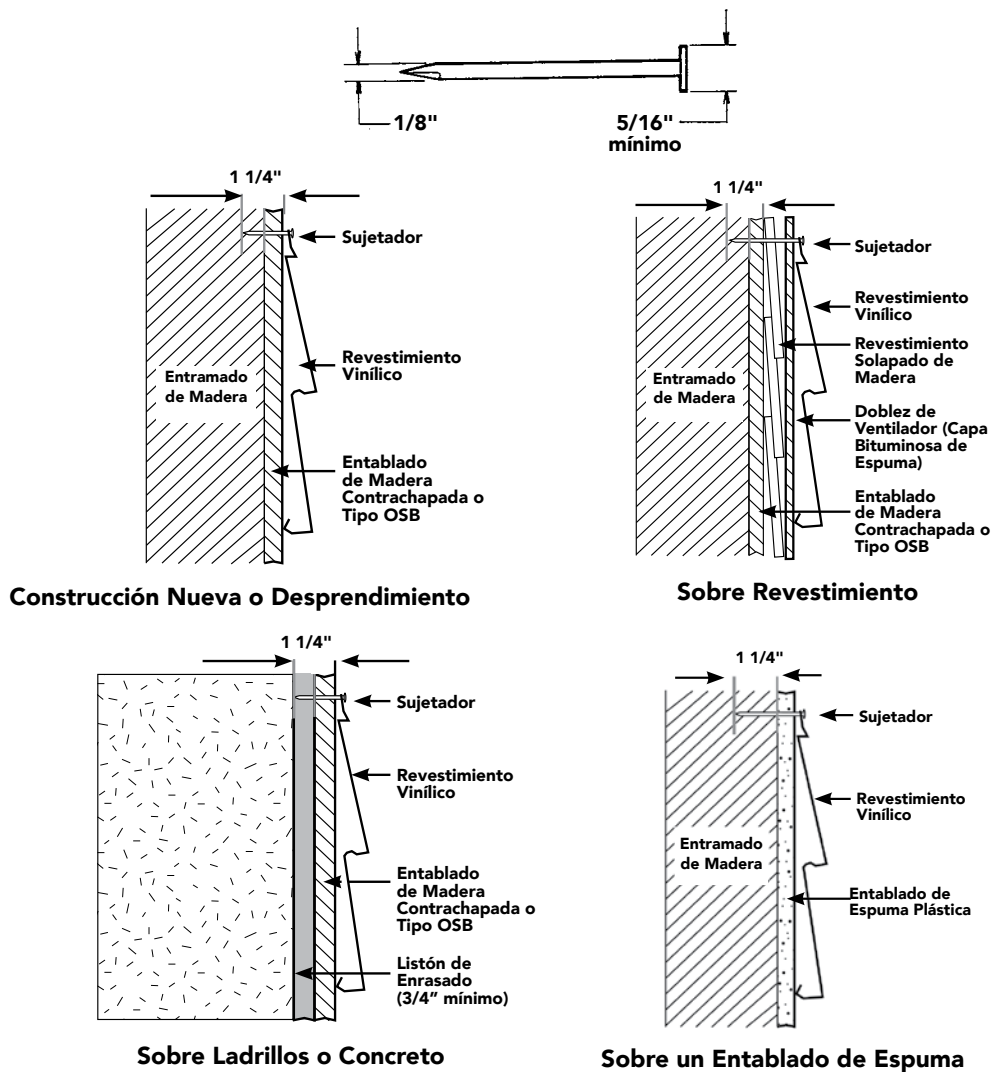

Figura 13
Las cabezas de los clavos deben tener un diámetro mínimo de 5/16" (7.9 mm). El alma debe tener un diámetro de 1/8" (3.2 mm) (Figura 13).
- Para saber la longitud de las grapas a utilizar, consulte los diagramas de la Figura 13.